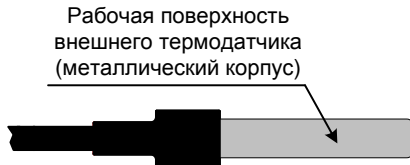

Рис.9 Рабочая поверхность внешнего т/д
2. Поместите внешний термодатчик в среду с температурой выше 40 °С – например, поднесите т/д к лампе накаливания (рабочей поверхностью внешнего т/д является его металлический корпус – см. рис.9).
При установке необходимо учитывать, что рабочей поверхностью внешнего т/д является его металлический корпус – см. рис.9.